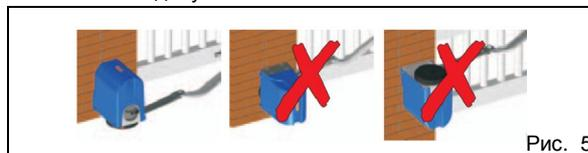

Рис. 5
- Данный привод предназначен для вертикальной установки (рис. 5). Установка привода в любых других положениях не допустима!